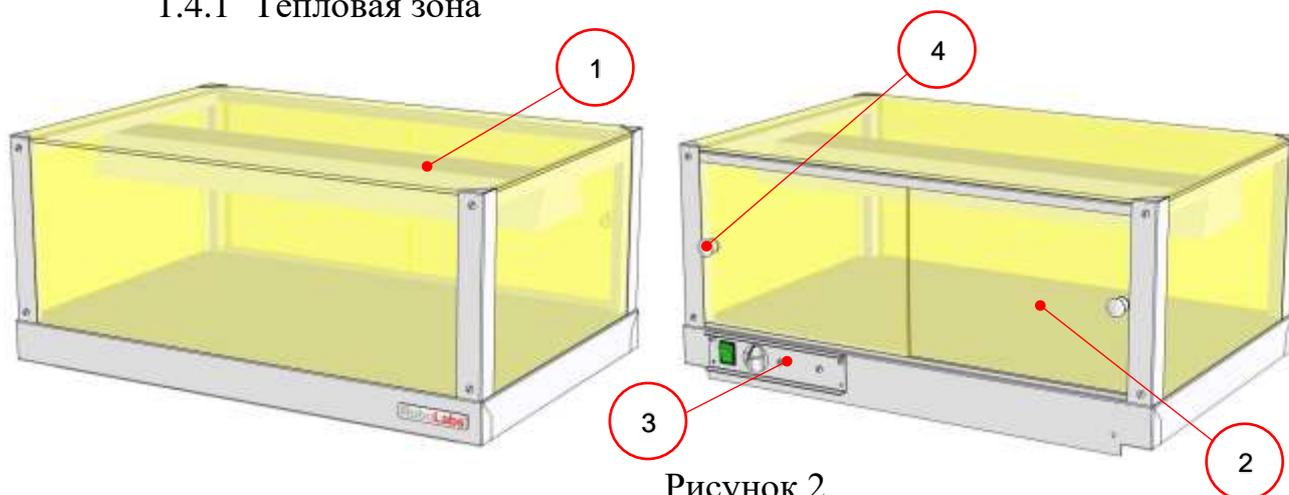

Рисунок 2
2.3.1.4 При необходимости регулировки температурного режима в охлаждаемой зоне: Войдите в меню, для входа в меню «Состояние Установки» кратковременно нажмите кнопку set поз.1 рисунок 5. Кнопки  и  (поз.2 и 3) электронного контролера, используются для пролистывания элементов меню. Выбрать папку Set (нажав на кнопку set поз.1 рисунок 5), далее (при необходимости) изменить значения температуры (с паузой не более 15 секунд). Коротким нажатием на кнопку set (поз.1 рисунок 5) подтвердите команду выбора нового температурного режима – рабочей точки. Или коротким нажатием на кнопку поз.4 рисунок 2 можно вернуться к предыдущему уровню меню – функция выход (ESC), при выходе из меню последнее значение установленной температуры сохранится и вновь появится метка папки SEt. Кнопкой SEt (поз.1 рисунок 2) при кратком нажатии можно отобразить аварии, рабочую температуру, датчики и подтверждение команд, при удерживании данной кнопки можно открыть меню программирования, о возможностях программирования можно ознакомиться в подробной инструкции на микропроцессор.